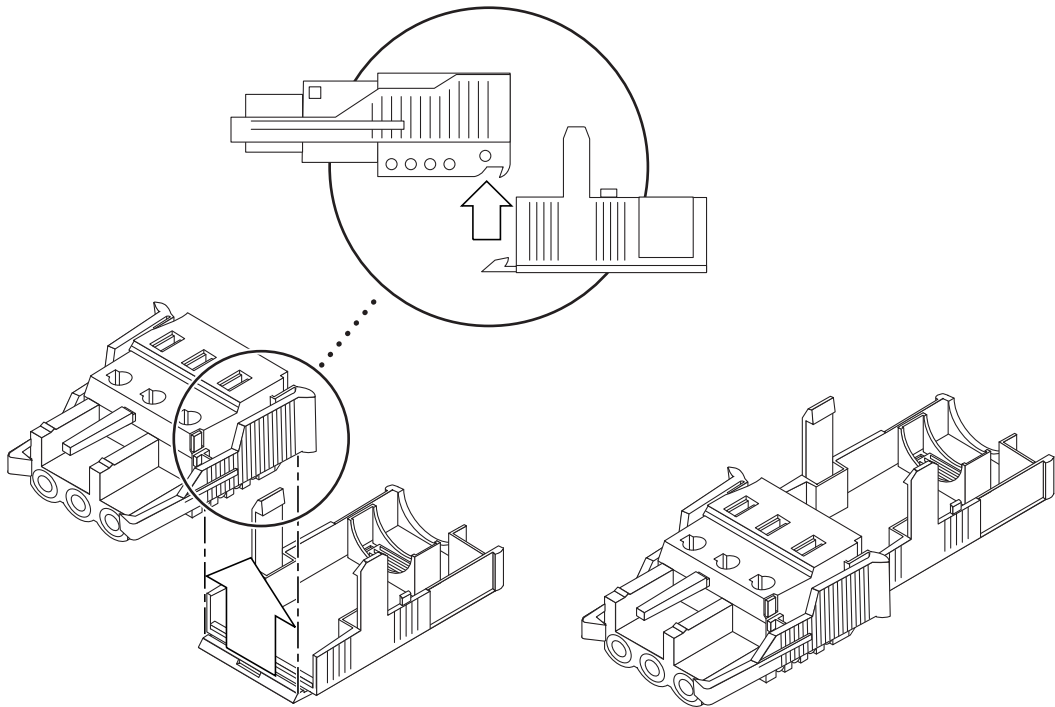

BILD 2-9 Sätta fast den nedre delen av kontakthållaren med sträckavlastare
1. Sätt fast den nedre delen av hållaren i piggen på likströmskontakten tills den knäpps på plats enligt BILD 2-9.